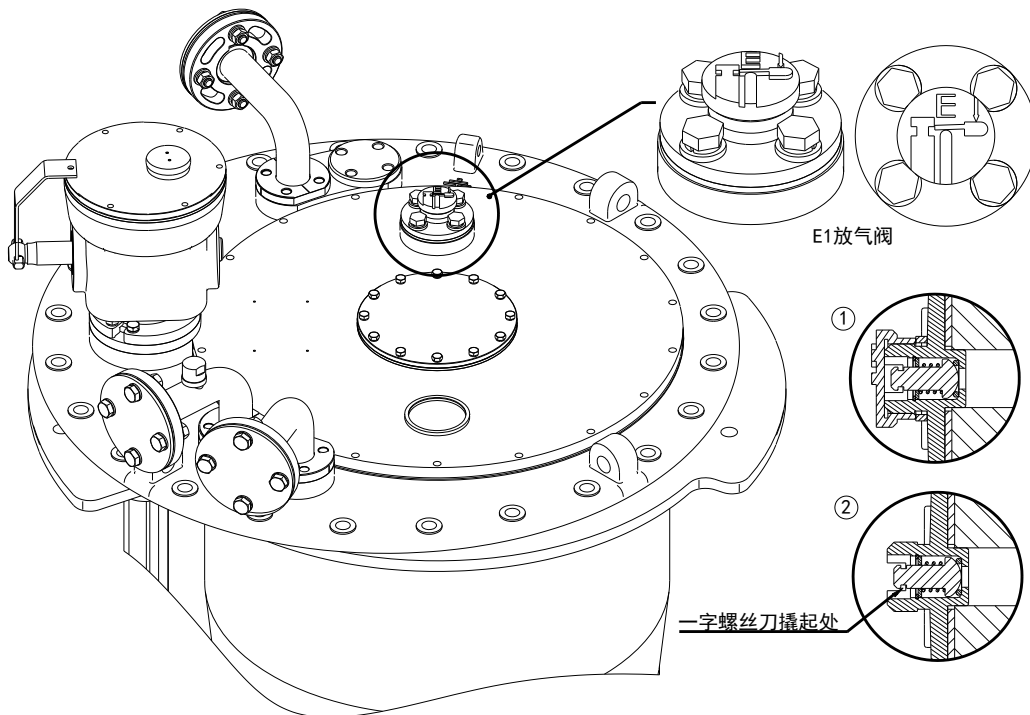

图 9-1 放气阀放气的操作步骤
- 用一字螺丝刀撬起阀杆给分接开关头放气直至内部油流出。(见图 9-1)